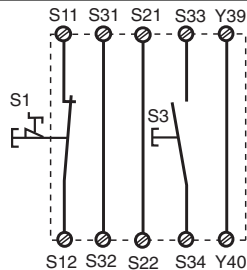

Fig. 3: Circuito de entrada monocal, rearme supervisado/Circuito di ingresso monocale, start controllato/Eenkanalig ingangscircuit, bewaakte start
- Fig. 3, 4 y 5, 6: **no hay** conexión S13-S14
- Fig. 3, 4 e 5, 6: **nessun** collegamento S13-S14
- Fig. 3, 4 en 5, 6: **geen** verbinding S13-S14